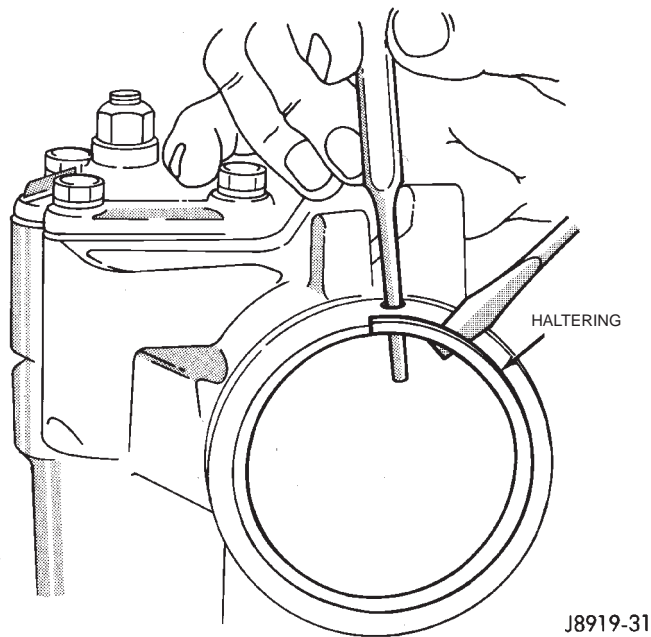

Abb. 3 Haltering des Gehäuseverschluss-Stopfens
- (1) Haltering drehen, bis sich ein Ende unter der Bohrung im Gehäuse befindet. Den Ring mit einem Dorn aus seinem Sitz drücken und aus der Nut hebeln (Abb. 3).
- (2) Die Eingangswelle mit einem Innenzwickant-Schlüssel langsam LINKS HERUM drehen, um den Gehäuseverschluss-Stopfen aus dem Gehäuse zu drücken.